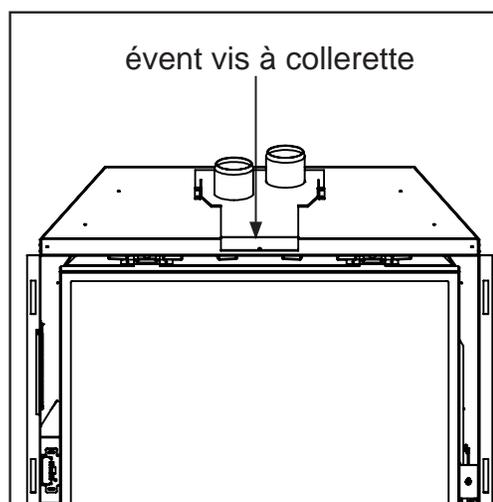

Figure 30: événement emplacement de la vis collier plaque.
8. Appliquez un cordon de mastic à base de ciment sur le tuyau de Ø3 "(76mm) de la sortie de ventilation. Faites glisser la gaine flexible sur la bouche de ventilation et fixez-la avec trois (3) vis à tôle espacées de manière uniforme.
9. Placez un cordon de silicone à haute température sur le collier d'admission de la bouche de ventilation. Faites glisser la gaine de prise flexible Ø3 "(76mm) sur le collier, fixez la gaine flexible avec trois (3) vis à tôle espacées régulièrement. Fixez la bouche d'évent à la cheminée en utilisant un produit d'étanchéité approprié et conformément aux codes de construction locaux.
10. Si l'ouverture du foyer est inférieure à 610 mm (24 "), retirez la plaque du collier de ventilation du haut de l'insert en dévissant la vis de 5/15" située sur la partie supérieure centrale du poêle au-dessus de l'ouverture de la porte (voir Figure 30). Faites glisser la plaque de collier vers l'arrière.